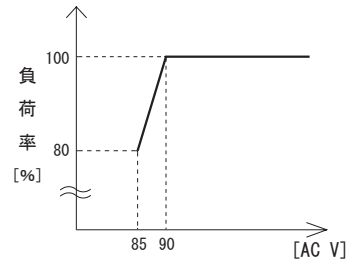

図6.2 入力電圧ディレーティング特性
(1) 入力電圧ディレーティング
- 入力電圧によるディレーティング特性を図6.2に示します。